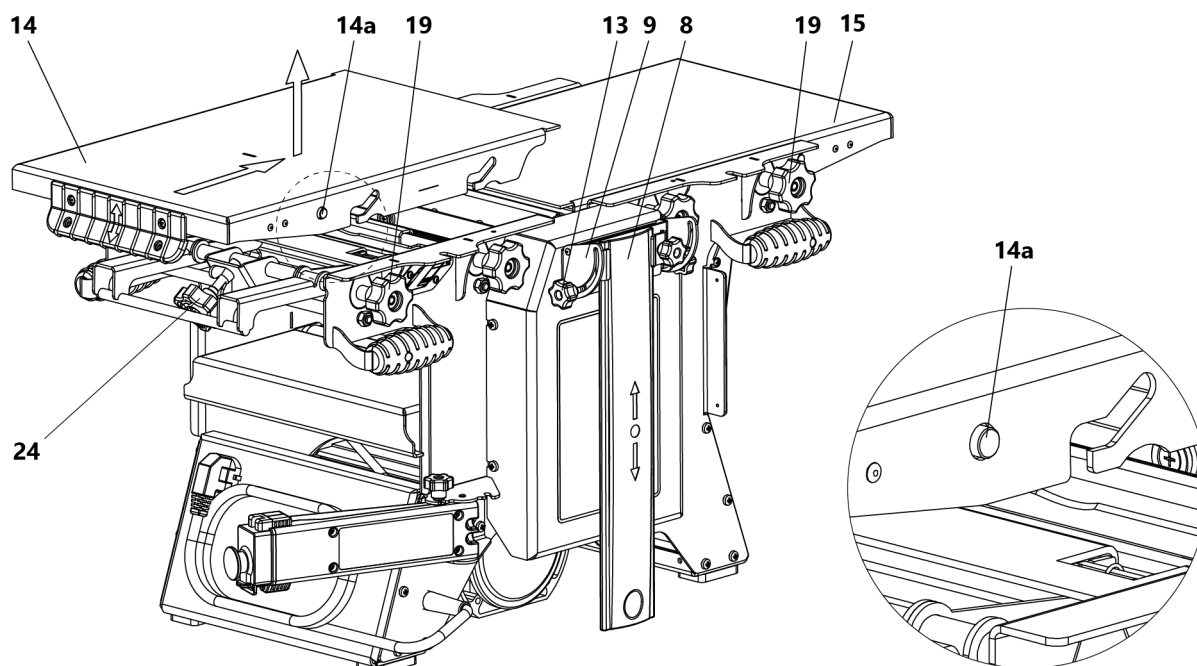

Рис. 6 Снятие приемного и загрузочного строгальных столов со станка
Для снятия приемного 14 и загрузочного 15 строгальных столов необходимо (рис. 6):
- снять приемный и загрузочный строгальные столы (рис. 6);
- снять приемный строгальный стол 15 (рис. 6);